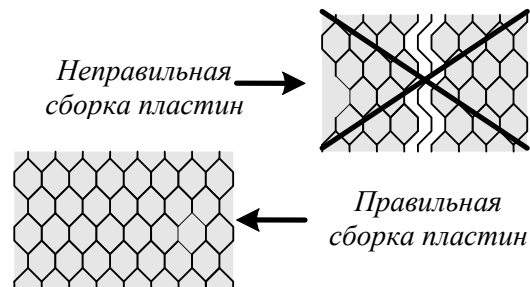

Рис. 20 Торцевой вид пластин при правильной и неправильной сборке
9.3.3 Убедиться в правильности расположения пластин. Торцы пластин должны образовывать структуру пчелиных сот (рис. 20).